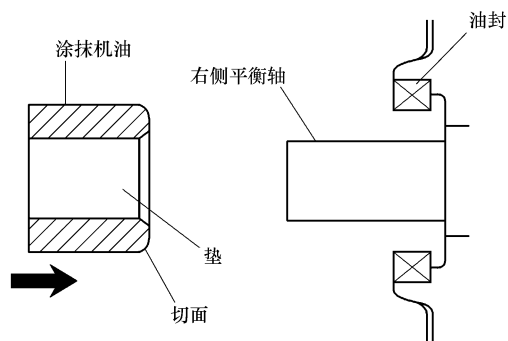

图 31-57 涂抹机油并把平衡轴轮
2) 在垫外侧涂抹一层机油后安装到右侧平衡轴上, 安装右侧平衡轴轮后用手紧固螺栓, 如图 31-57 所示。